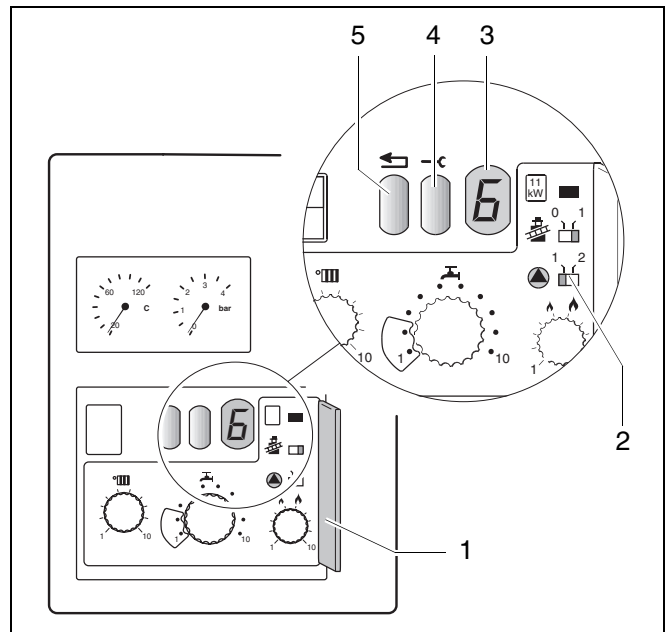

fig. 2 Bedieningsniveau, bedrijfs- en storingsmeldingen
- Open de afdekking van het tweede bedieningsniveau (fig. 2, pos. 1).
- Zet de schakelaar (▲) op stand "2" (nalooptijd van de pomp 24 uur)(fig. 2, pos. 2).
De bedrijfstoestand of eventuele storingen worden op het display (fig. 2, pos. 3) weergegeven. De melding bestaat uit twee tekens. Nadat de serviceknop is ingedrukt (fig. 2, pos. 4), wordt het tweede teken weergegeven.